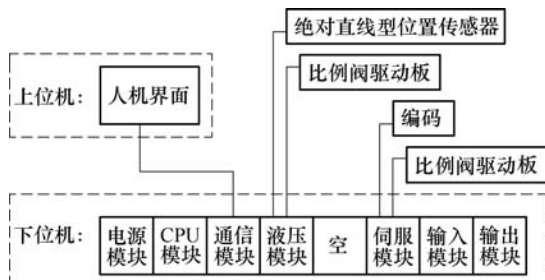

图1 控制系统
控制系统由上位机和下位机组成（见图1）。
(4) 安装干涉镜组及反射镜组在测量轴上,根据所测量的轴与激光头方向平行或垂直,确定是透射方式还是反射测量方式,透射测量需要将反光镜固定到分光镜反射侧(见图1)。